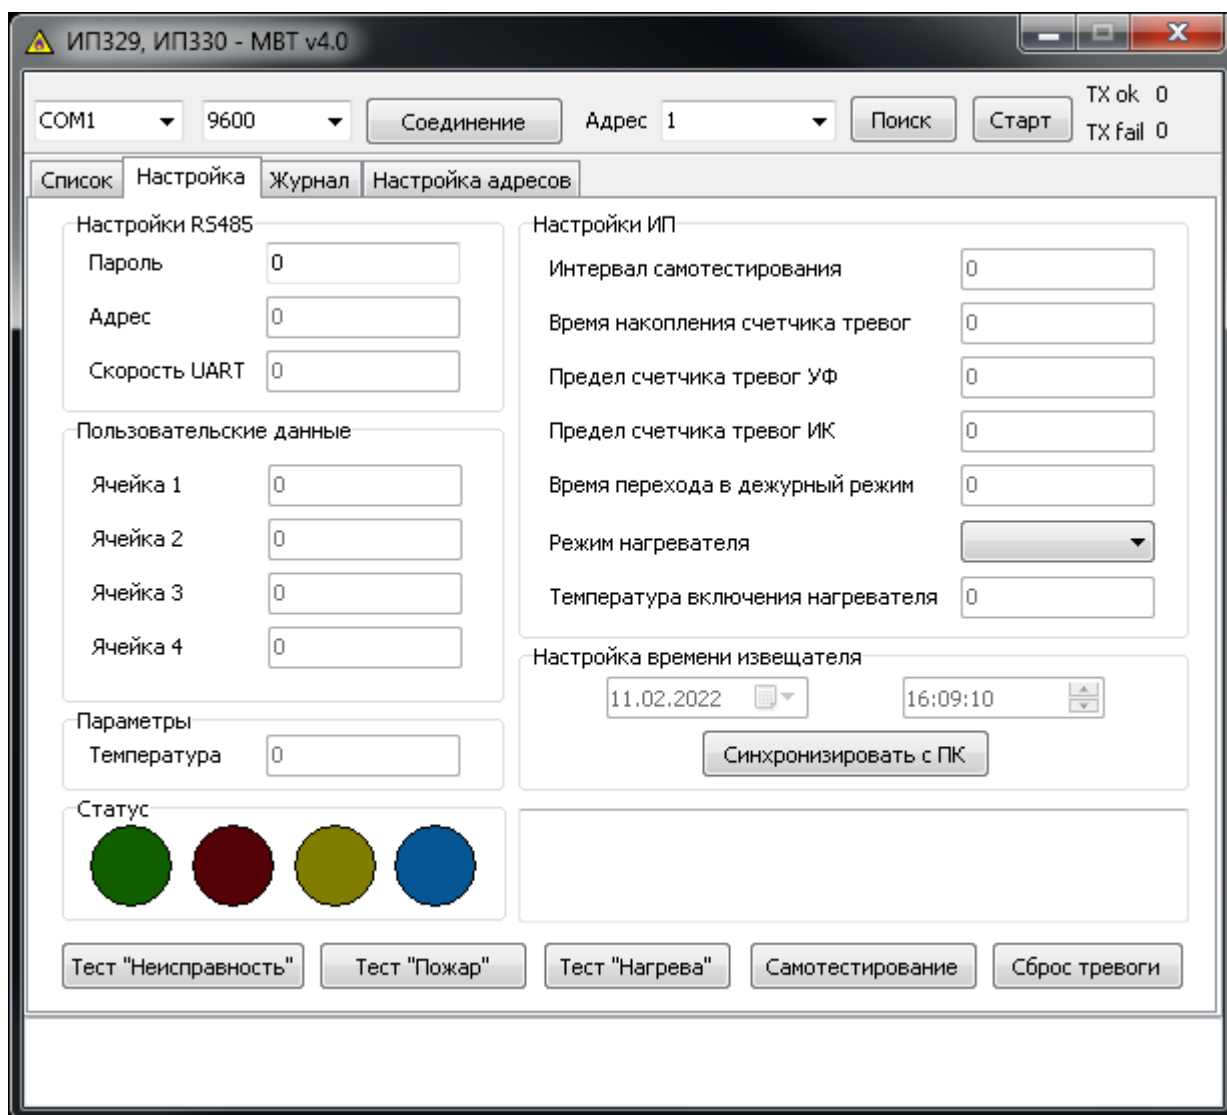

Рис. 1 – Вкладка «Настройка». Внешний вид интерфейса программы для работы с извещателями через интерфейс RS-485
Проконтролировать соединение извещателя с ПК (см п.2.4.2 настоящего РЭ). При работе с ПК использовать сервисную программу «Ладон МВТ v4.0». На вкладке «Настройка» (см рис. 1) должен светиться круг зелёного цвета (левый) – извещатель в дежурном режиме.
2.2.3.3 Переход в режим ПОЖАР. Расположить источник пламени (парафиновая свеча, зажигалка и т.п. с высотой пламени (3 – 4) см или светотехнический аналог источника пламени на расстоянии порядка 1,0 м от передней панели извещателя – в течение до 10 с на передней панели замигает красный светодиод – извещатель перешёл в режим ПОЖАР. Удалить источник пламени – извещатель должен остаться в режиме ПОЖАР. На вкладке «Настройка» (см рис. 1) должен мигать круг красного цвета (второй слева) – извещатель в режиме ПОЖАР.
- нажать «Сброс тревоги» - см рис. 1;
2.2.3.4 Тест ПОЖАР. Нажать «Тест ПОЖАР» (см рис. 1) - извещатель перейдёт в режим ПОЖАР. Остальные действия - по п. 2.2.3.2.
2.2.3.5 Тест «Неисправность». Нажать «Тест НЕИСПРАВНОСТЬ» (см рис. 1) – на передней панели мигает синий светодиод (извещатель перешёл в тест «Неисправность»), на вкладке «Настройка» (см рис. 1) должен мигать круг жёлтого цвета (третий слева).
Нажать «Сброс тревоги» (см рис. 1) – извещатель перейдёт в дежурный режим.
2.2.3.6 Тест «Самотестирование». Нажать «САМОТЕСТИРОВАНИЕ» (см рис. 1) – на передней панели кратковременно зажигается лампа накаливания жёлтого цвета (извещатель перешёл в режим «Самотестирование»), на вкладке «Настройка» (см рис. 1) должен светиться круг синего цвета (правый). Длительность самотестирования – до 20 с.
2.2.4.4 Переход в режим ПОЖАР. Расположить источник пламени (парафиновая свеча, зажигалка и т.п. с высотой пламени (3 – 4) см или светотехнический аналог источника пламени на расстоянии порядка 1,0 м от передней панели извещателя – в течение до 10 с на передней панели мигает красный светодиод – извещатель перешёл в режим ПОЖАР. Удалить источник пламени – извещатель должен остаться в режиме ПОЖАР. На вкладке «Настройка» (см рис. 1) должен мигать круг красного цвета (второй слева) – извещатель в режиме ПОЖАР.
2.2.4.5 Тест ПОЖАР. Нажать «Тест ПОЖАР» (см рис. 1) - извещатель перейдёт в режим ПОЖАР. Остальные действия - по п. 2.2.4.4.
2.2.4.6 Тест «Неисправность». Нажать «Тест НЕИСПРАВНОСТЬ» (см рис. 1) – на передней панели мигает синий светодиод (извещатель перешёл в тест «Неисправность»), на вкладке «Настройка» (см рис. 1) должен мигать круг жёлтого цвета (третий слева).
2.2.4.7 Тест «Самотестирование». Нажать «САМОТЕСТИРОВАНИЕ» (см рис. 1) – на передней панели кратковременно зажигается лампа накаливания жёлтого цвета (извещатель перешёл в режим «Самотестирование»), на вкладке «Настройка» (см рис. 1) должен светиться круг синего цвета (правый). Длительность самотестирования – до 20 с.
Нажать «Сброс тревоги» (см рис. 1) – извещатель перейдет в дежурный режим
2.2.4.8 Тест «Нагрев». Нажать «Тест НАГРЕВ» (см рис. 1). Проконтролировать включение нагрева по току потребления на БП2, он не должен превышать 210 мА.
На вкладке Настройка (см рис. 1) расположены органы управления и настройки: